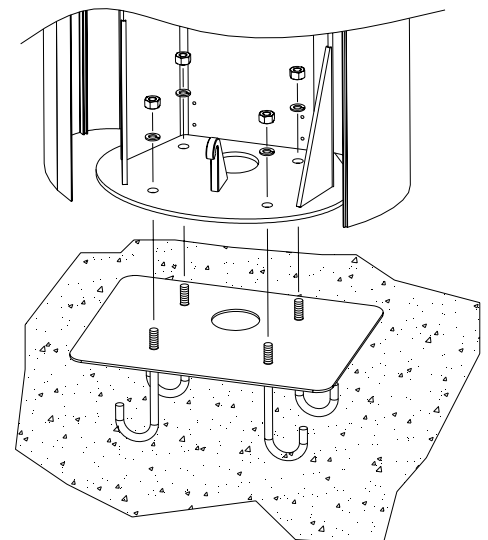

Fig. 4
- Aprire le ante, posizionare la barriera sulla piastra di fondazione facendo corrispondere i fori con i tiranti filettati e fissare la barriera avvitando i dadi M10 sui rispettivi tiranti (Fig.4).